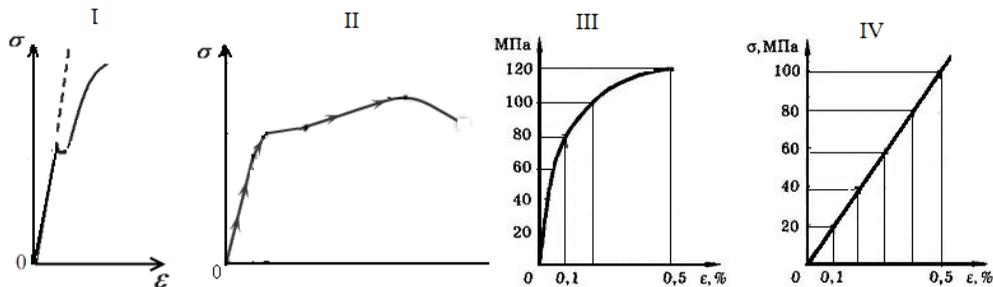

Рис. 1.16
10. Чугун, мрамор, янтарь обладают повышенной хрупкостью, тогда как сталь, медь, свинец не являются хрупкими. Какая из представленных диаграмм напряжения соответствует чугуну, какая стали, (рис. 1.16)?